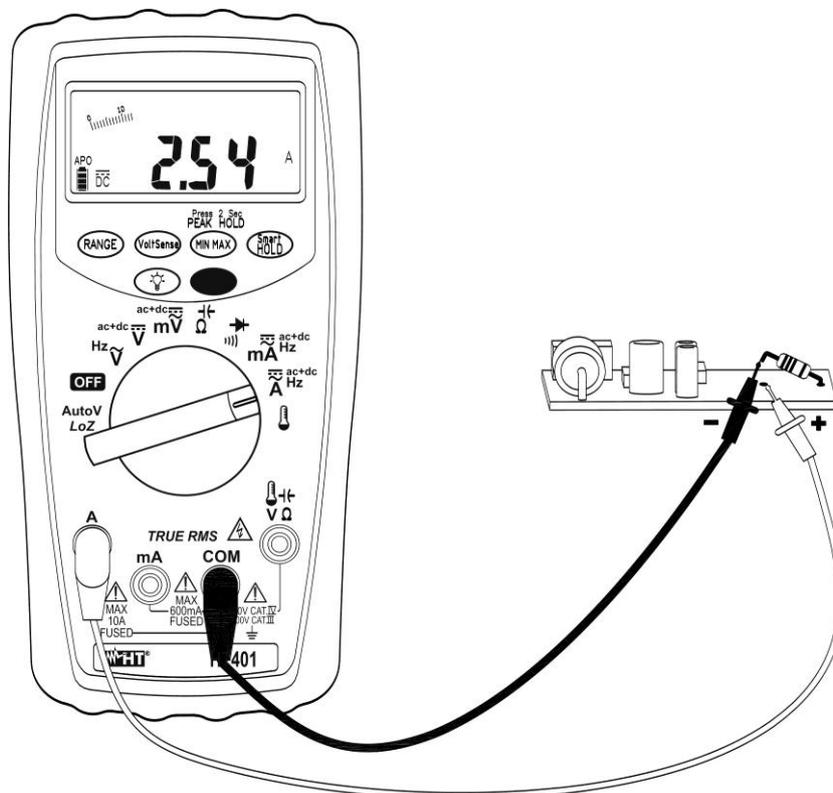

Fig. 5: Uso do instrumento para medir Correntes CC
6. Ligar a ponteira vermelha e a ponteira preta em série com o circuito do qual se pretende medir a corrente respeitando a polaridade e o sentido da corrente indicado na Fig. 5.
9. A visualização do símbolo "-" no display do instrumento indica que a corrente tem sentido oposto em relação à ligação da Fig. 5.